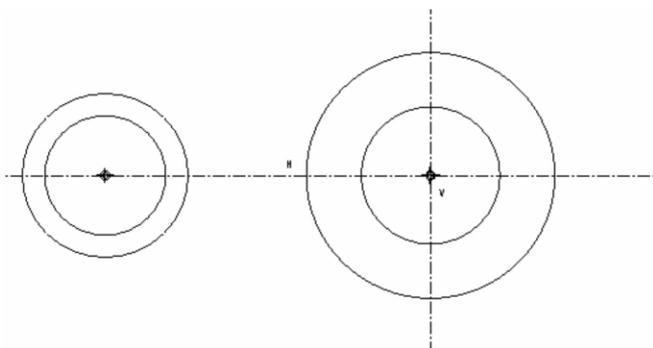

图 1-8 草绘中心圆、左侧两同心圆
- (1) 单击草绘器工具栏中图标 。
- (2) 单击选取中心线交点为圆心。
- (3) 移动鼠标，单击确定圆周上任意一点，绘制图形中心圆。
- (4) 重复上述操作，绘制另一中心圆，如图 1-8 所示。
- (5) 单击选取水平中心线上左侧任意点为圆心，绘制左侧两同心圆。